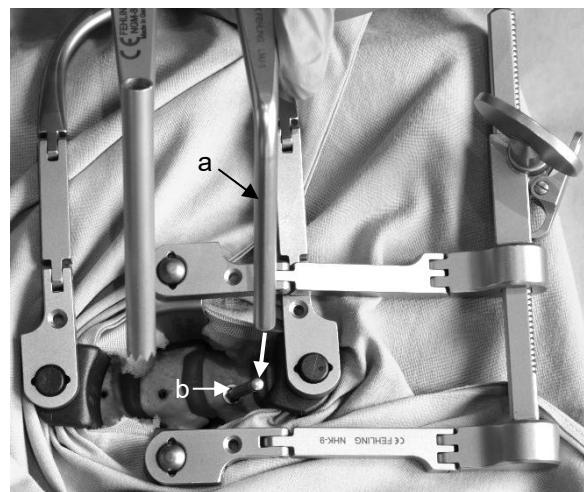

Abb. 8a
5. Das Spreizersystem mit Bohrlehre kommt nun zum Einsatz. Der Aufnahmetubus des festen Spreizerarms (a) wird über die Distraktions schraube geführt (b) (Abb. 8a).